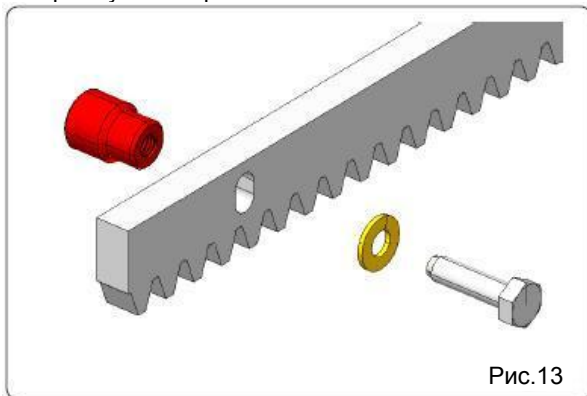

Рис.13
5.4.1 ПРИВАРИВАЕМАЯ СТАЛЬНАЯ РЕЙКА (РИС.13)